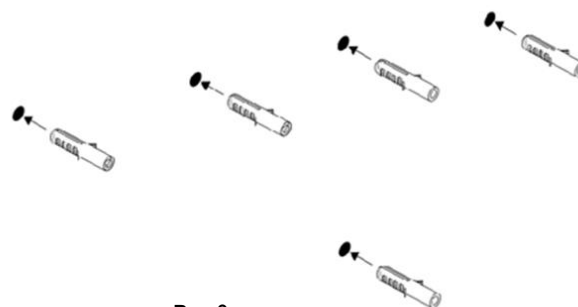

Рис.3
- Просверлите в стене четыре отверстия диаметром 7 мм (глубиной 30 мм). (Рис. 3)